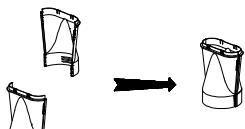
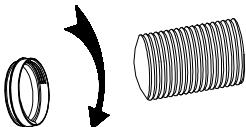
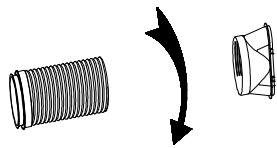

Figura 1A
Figura 2A
Figura 1
1.1 Montaje del conector externo de la manguera de escape (**Figura 1A**), el conector corto de la manguera de escape (**Figura 2A**); del conector externo de escape y del conector corto de la manguera de escape. (**Figura 1, Figura 2**)
- (1) Saque las dos piezas del conector externo de la manguera de escape, estas dos piezas son de igual estructura.
- (2) Sostenga una pieza con cada mano, coloque la unión de una pieza hacia la ranura de la otra y presiónelas para que encajen firmemente (**Figura 1A**).
- (3) Saque la manguera de escape y el conector redondo, separe algunas vueltas del extremo de la manguera y atorníllelas en sentido antihorario en el lado en espiral del conector redondo para formar el conjunto de manguera de escape (**Figura 2A**).